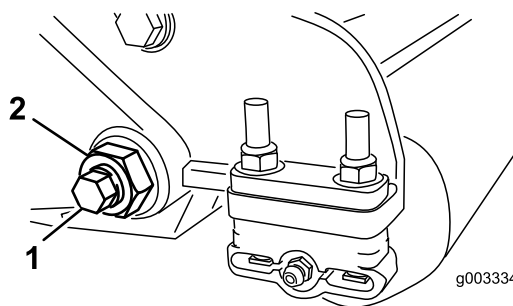

Figura 29
3. Desaperte a porca de bloqueio que segura a cavilha da barra de apoio, em cada um dos lados da máquina (Figura 29).
4. Remova cada uma das cavilhas da barra de apoio, de modo permitir puxá-la e retirá-la da máquina (Figura 29).